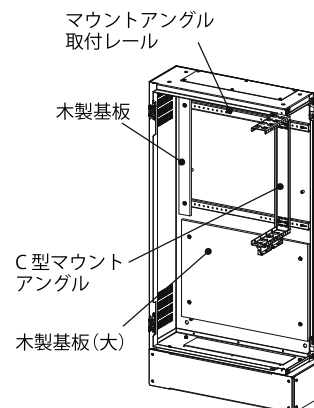

図 17
5. C型マウントアングルと木製基板を、取り外しと逆の手順で取り付けてください。(図17)